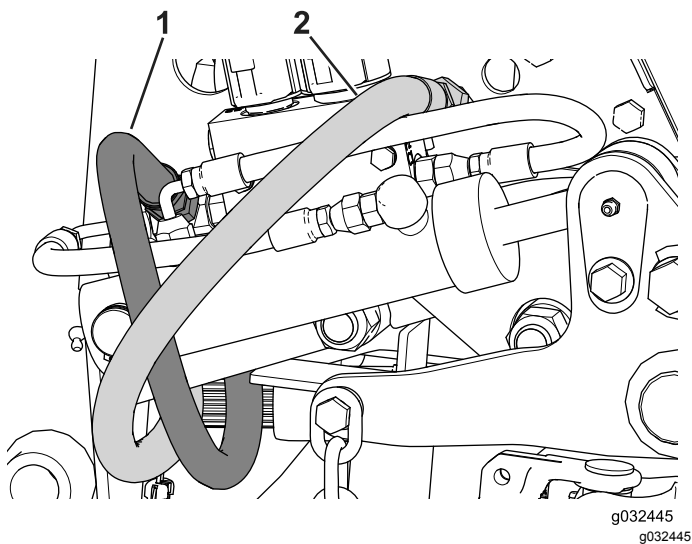

Bild 55
3. Stellen Sie eine geeignete Auffangwanne unter das Ventil und trennen die Hydraulikschläuche vom Regelventil ab (Bild 55).